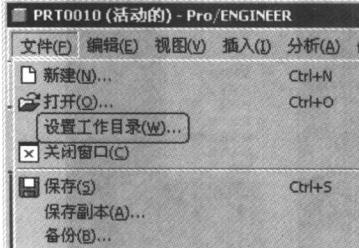
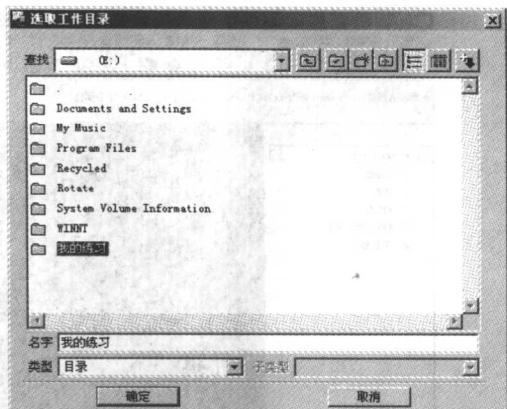

图 1-5 【文件】菜单
图 1-6 【选取工作目录】对话框
- (1) 单击【文件】主菜单，弹出【文件】菜单，如图 1-5 所示。选择【设置工作目录】选项，弹出【选取工作目录】对话框，如图 1-6 所示。选择工作目录，本书的工作目录为“我的练习”，单击 **确定** 按钮。